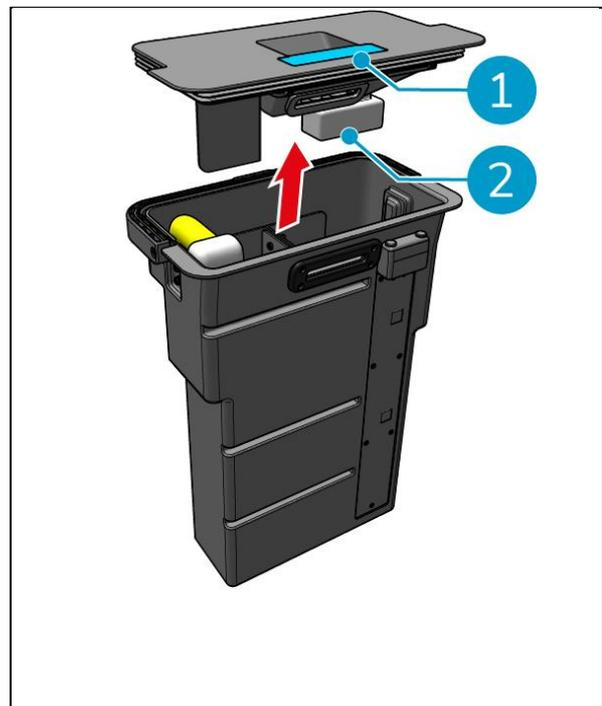

Figura 31
3. Retire la tapa del depósito de recogida (Figura 31, pos. 1).
8. Limpie el flotador (Figura 31, pos. 2) y compruebe que se mueve libremente.